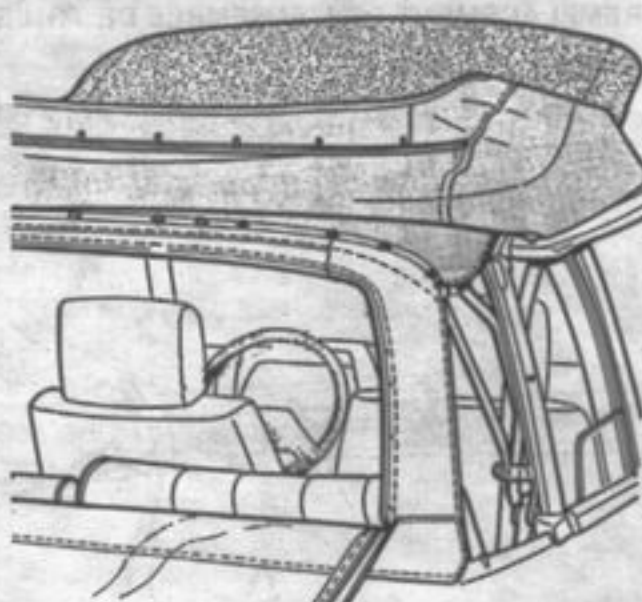

Figure 20
- Dégager la partie AR de la toile de capote, (figure 20)